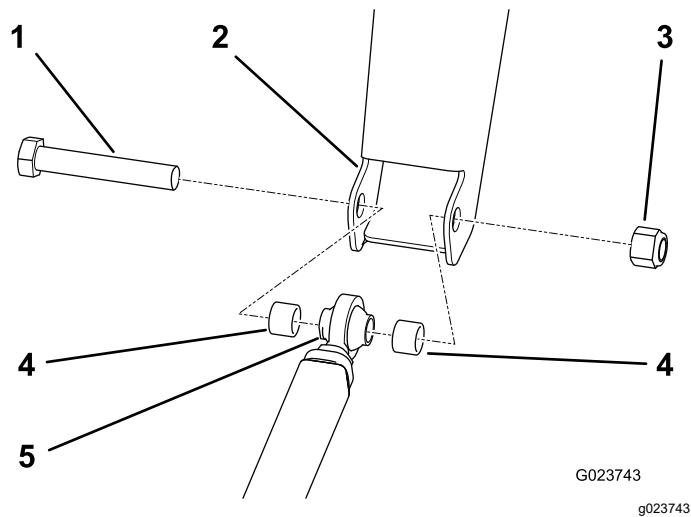

Bild 13
- Fluchten Sie das Stangenende der Deichsel mit der Rahmenanbauvorrichtung aus (Bild 13).